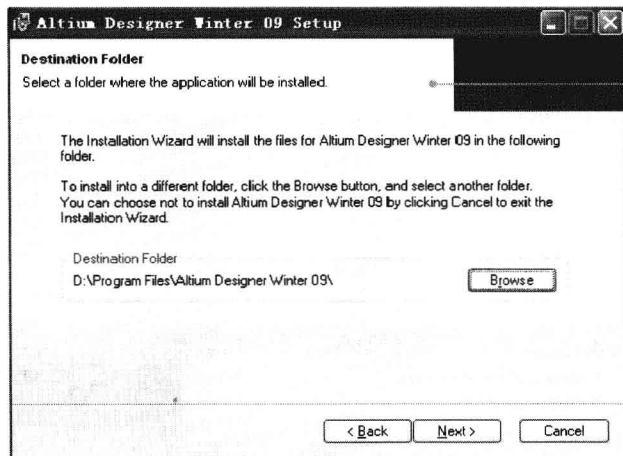

图 1-5 Destination Folder 窗口
(5) 在 User Information 窗口中的 Full Name 文本框内输入用户名称, 在 Organization 文本框内输入单位名称, 在使用权限选项中选择使用权限的范围: Anyone who uses this computer 单选按钮, 表示这台计算机上的所有用户都能使用 Altium Designer Winter 09, Only for me 单选按钮则表示只有在当前安装 Altium Designer Winter 09 的用户账号下才能使用 Altium Designer 软件。单击 Next 按钮, 显示如图 1-5 所示的 Destination Folder 窗口。